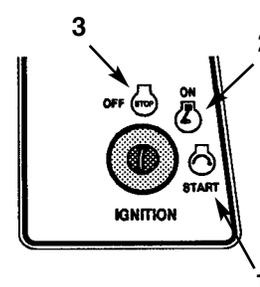

Bild 11
6. Den Zündschlüssel im Uhrzeigersinn drehen und in der "START"-Position halten (Bild 11). Sobald der Motor anspringt, den Schlüssel wieder loslassen.
2. Die Zündung auf "AUS" drehen (Bild 11).